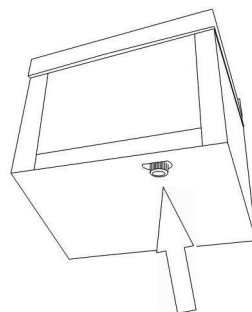

Rys. 3
- Umywalkę obsługujemy dotykając przedniej płyty kolanem (rys. 3).